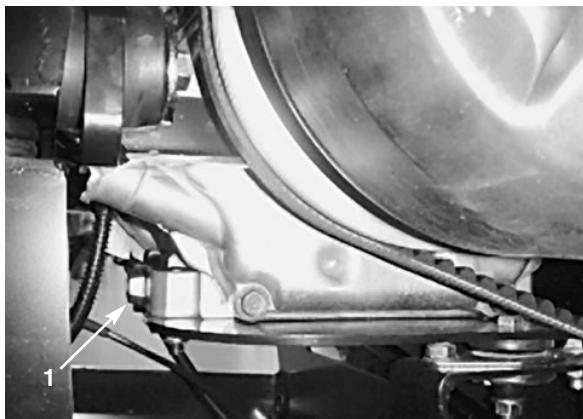

Bild 17
5. Entfernen Sie die Verschlusschraube (Bild 17) und lassen das Öl in ein Auffanggefäß ab. Drehen Sie, wenn das Öl vollständig abgelaufen ist, die Verschlusschraube wieder auf und ziehen sie mit 17,6 Nm fest.